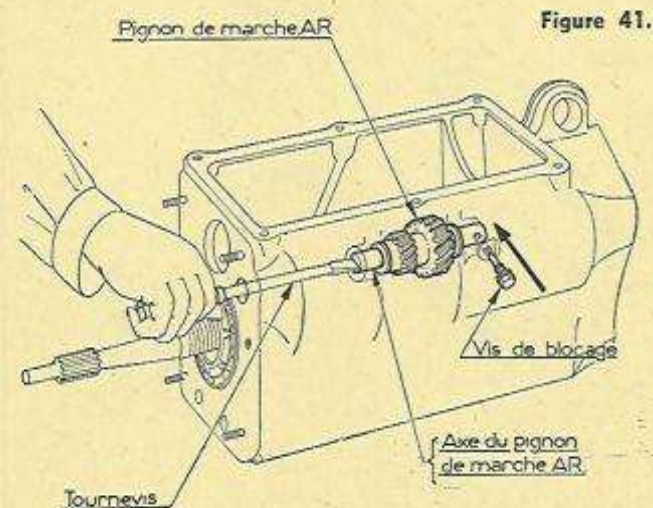

Figure 41.
• Avec un tournevis, introduit dans la fente de l'axe, faciliter l'engagement de la vis de blocage VZ 18 munie d'une rondelle « blocfor » (fig. 41).